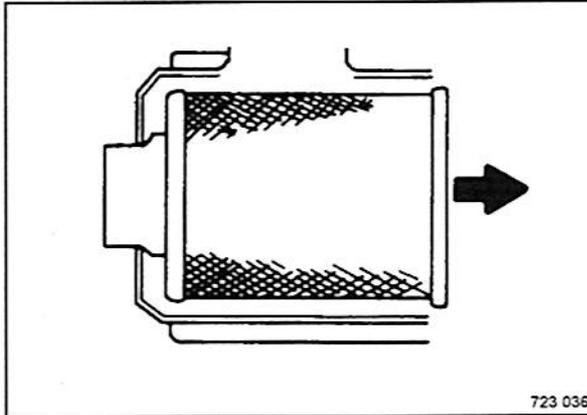

Fig. 188
- Extraer el elemento filtrante principal (Fig. 188) con mucho cuidado de la carcasa.